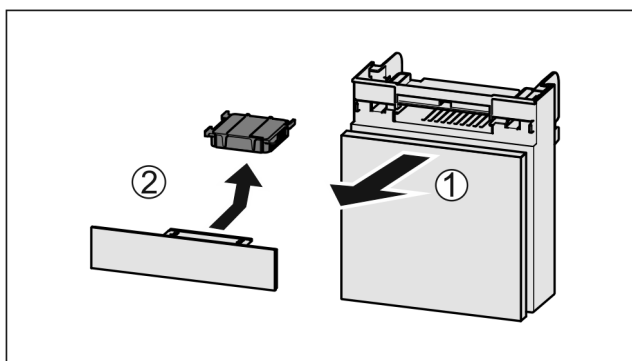

Fig. 226
- Extrageți Fig. 226 (1) compartimentul către înainte.
- Scoateți Fig. 226 (2) filtrul de cărbune activ.